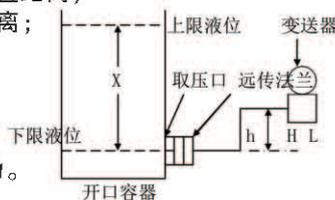

图5-9 变送器高于取压口
② 变送器高于取压口，下限液位与取压口水平时（见图5-9），测量范围值如下确定：